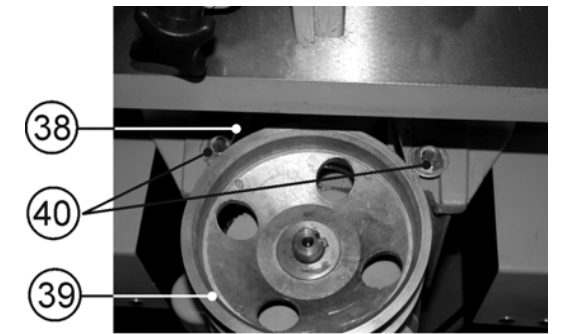

Рис.12
9.1.4. Для увеличения или уменьшения натяжения ремня (38) необходимо ослабить две гайки (40) и, соответственно, переместить шкив (39), Рис.12. Зафиксируйте положение двумя гайками (40).